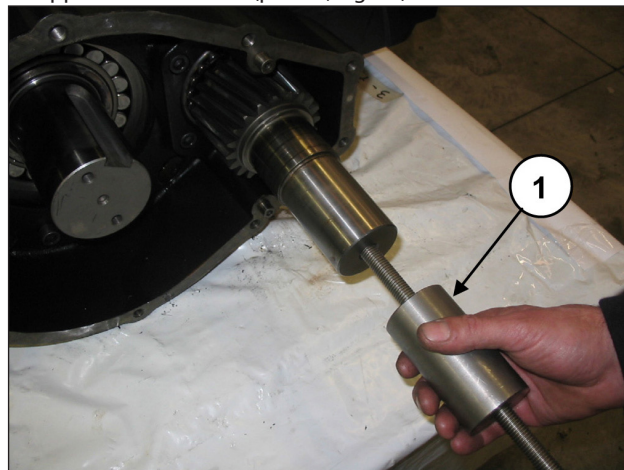

Fig. 14
Togliere il pignone utilizzando un estrattore a massa battente da applicare al foro M14 (pos. ①, Fig. 14).